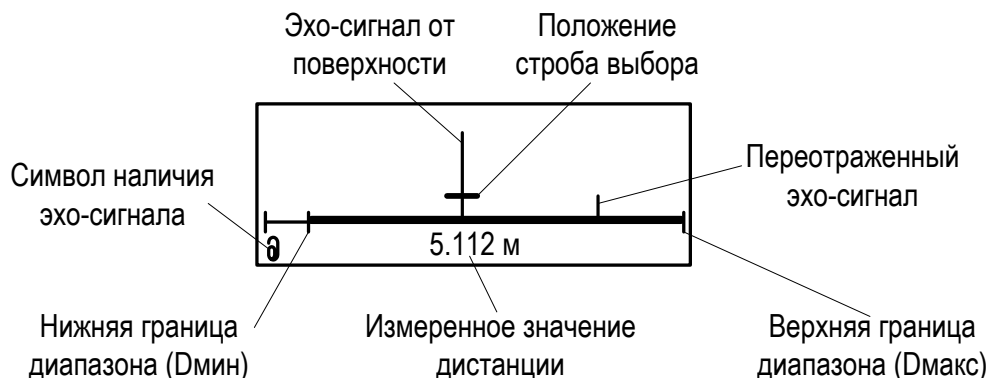

Рис. 2. Вид окна РАЗВЕРТКА.
- 1.3.1.8. В расходомере предусмотрена возможность индикации в графической форме регистрируемых сигналов, попадающих в заданный диапазон измерений. Сигналы отображаются в окне **РАЗВЕРТКА (Настройка / Параметры объекта / Канал уровня / Развертка)** в порядке прихода по времени (рис.2).